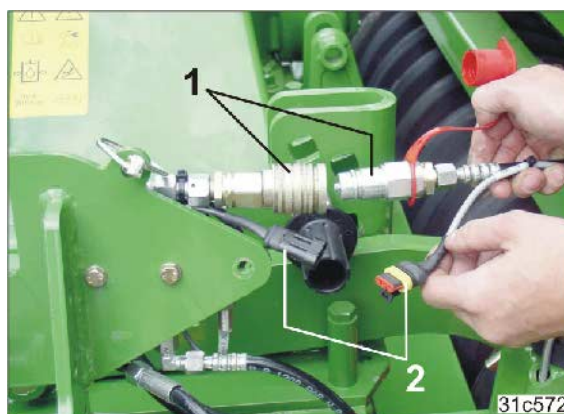

Fig. 101
8. Tilslut spormarkør-hydraulikslangerne (Fig. 101/1).
9. Sæt spormarkør-sensorkablet (Fig. 101/2) sammen.